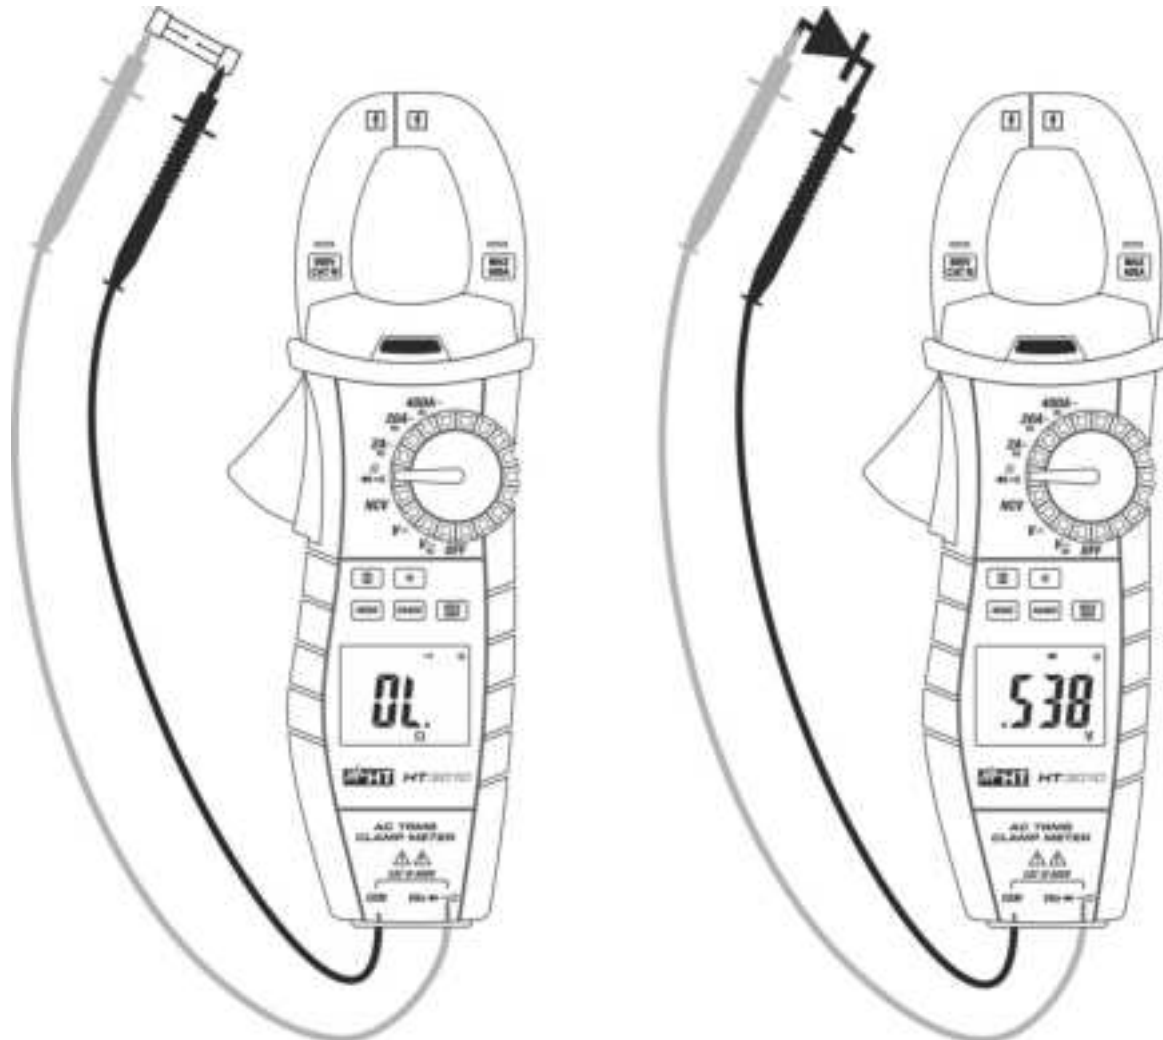

Fig. 7 : Utilisation de l'instrument pour test de Continuité et Test des Diodes
3. Insérer le câble rouge dans l'entrée du jack **VΩHz** et le câble noir dans l'entrée du jack **COM** et exécuter le test de continuité sur l'objet sous test (voir la Fig. 7 - partie gauche). L'alarme émet un signal sonore si la valeur de résistance mesurée est inférieure à 30Ω environ.
5. Connecter l'embout rouge à l'anode de la diode et l'embout noir à la cathode en cas de mesure de polarisation directe (voir la Fig. 7 – partie droite). Inverser la position des embouts en cas de mesure de polarisation inverse.